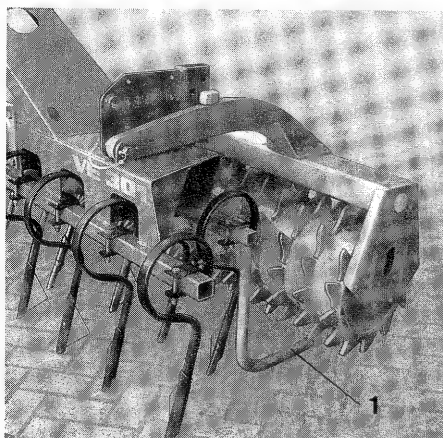

Fig. 18
Après accouplement du VIBRAZONE au tracteur, retirer les béquilles (fig. 18/1) fixées sur les deux côtés du VIBRAZONE. Dans le cas où le VIBRAZONE doit être remisé sans le rouleau-packer, réintroduire d'abord les béquilles sur les deux côtés du VIBRAZONE dans le tube carré en suivant les indications fournies ci-après :
- Fig. 18, cas du VIBRAZONE avec dents pointées en avant,